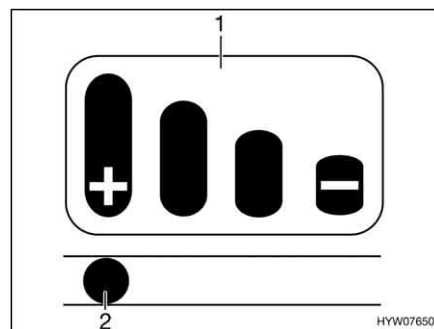

Fig. 171 Indicatore di usura
Sulla maniglia del gancio è montato un indicatore di usura (Fig. 171) con un grafico a barre (Fig. 171,1).
- Se il perno (Fig. 171,2) nel foro ovalizzato si trova sulla marcatura "+", le guarnizioni di attrito sono ancora nuove.